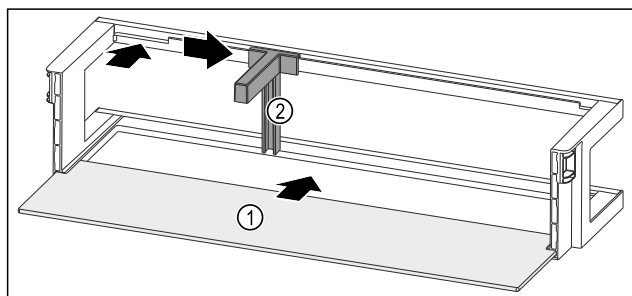

Fig. 226 Raft montat pe ușă cu raft
- ▶ Împingeți în interior raftul Fig. 226 (1) în degajările laterale.
- ▶ Introduceți suportul pentru sticle Fig. 226 (2) în degajare.
- ▶ Împingeți în lateral suportul pentru sticle Fig. 226 (2) în poziția dorită.